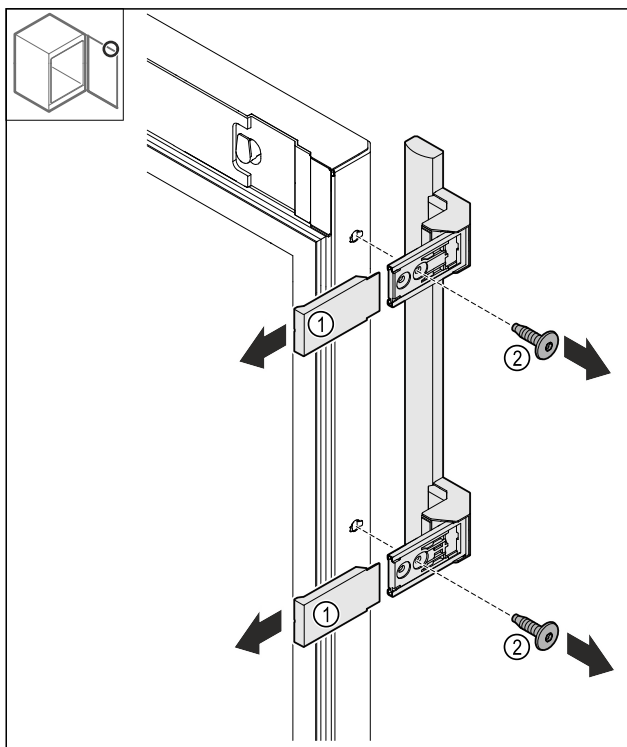

Fig. 15
- Togliere le coperture Fig. 15 (1).
- Allentare le viti Fig. 15 (2).